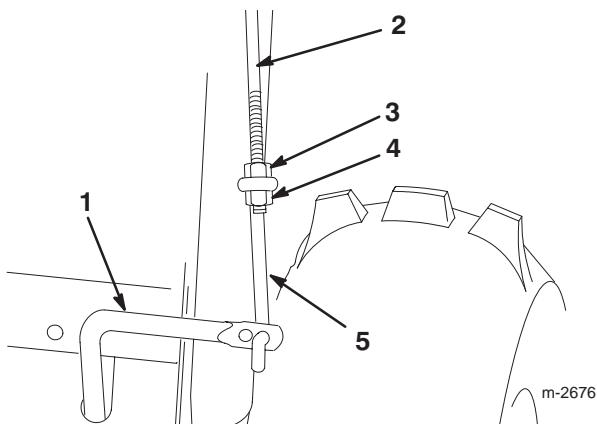

Bild 10
- Drehen Sie eine Bundmutter (Bundseite unten) auf die obere Betätigungsstange an der rechten Seite des Griff-elements auf (Bild 10).
- Bringen Sie das untere Gestänge durch die äußere Bohrung in der unteren Steuerstange an (Bild 10).
- Stecken Sie die obere Steuerstange durch die Öse im unteren Gestänge (Bild 10).
- Drehen Sie eine Sicherungsbundmutter (Bundseite nach oben) auf die Unterseite der oberen Steuerstange unter die Öse im unteren Gestänge (Bild 10).
- Stellen Sie wenn erforderlich die Bundmutter und die Sicherungsbundmutter (Bild 10) ein, um die richtige Entfernung zwischen der oberen Kante des Handgriffs und der unteren Kante des Betätigungshebels für Schnecke/Gebläserad zu erzielen.